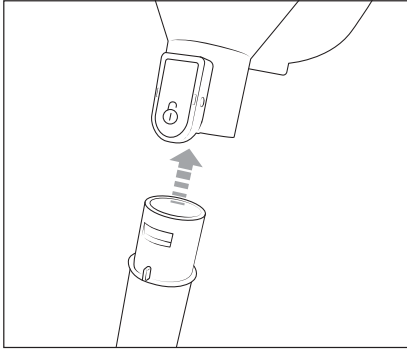

Abb. 1
- 1) Schieben Sie das Teleskopsaugrohr **16** auf die Saugöffnung des Gerätes, bis es hörbar einrastet (siehe Abb. 1). Achten Sie dabei auf die richtige Position der Verriegelung.